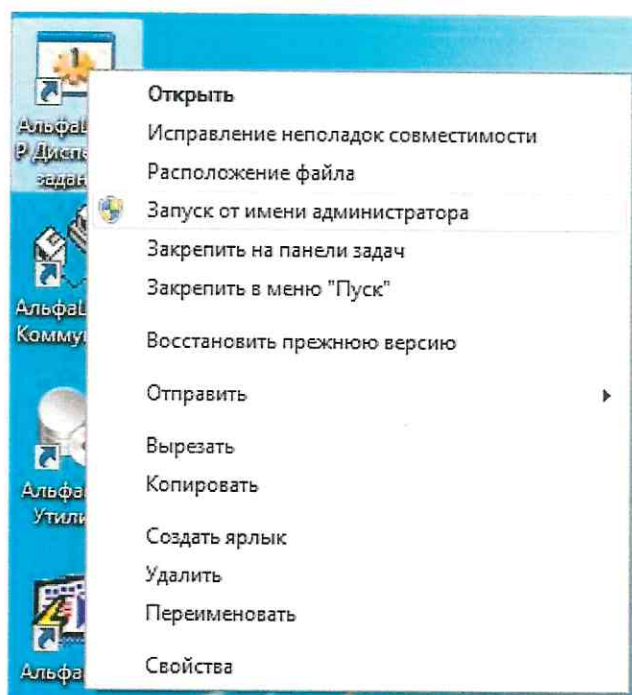

Рисунок 1
8.6 Запустить ПО АльфаЦЕНТР Диспетчер заданий от имени администратора (рисунок 1).